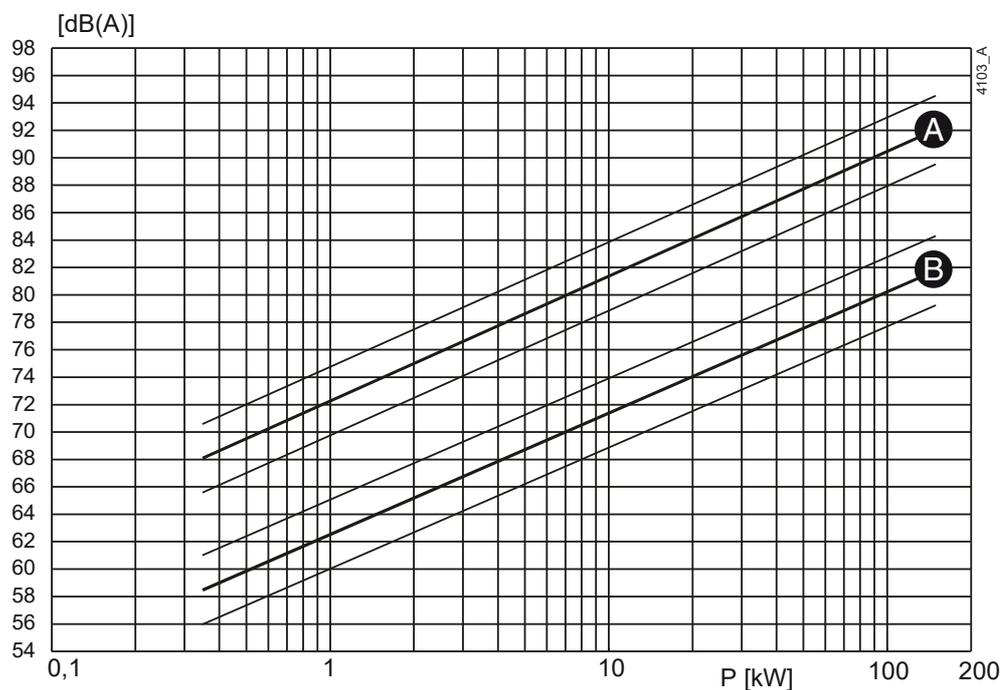
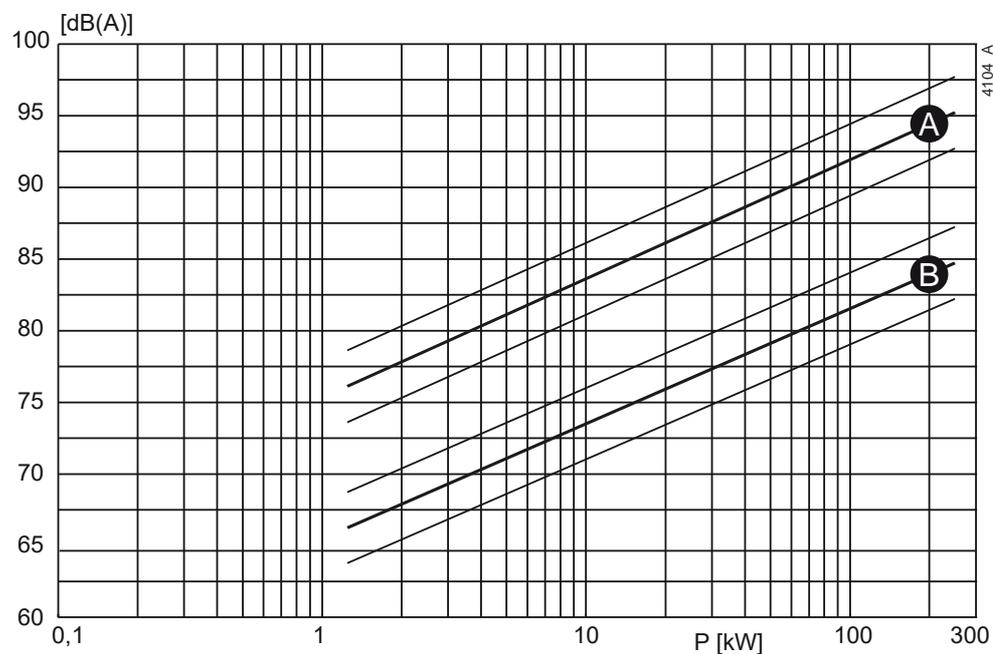

Figura 110: Livello di rumorosità in funzione della potenza [kW] a  $1450 \text{ min}^{-1}$ .
Figura 111: Livello di rumorosità in funzione della potenza [kW] a  $2900 \text{ min}^{-1}$ .
- 1 Determinare il livello di rumorosità ( $L_1$ ) della pompa. Vedere Figura 110 o Figura 111.